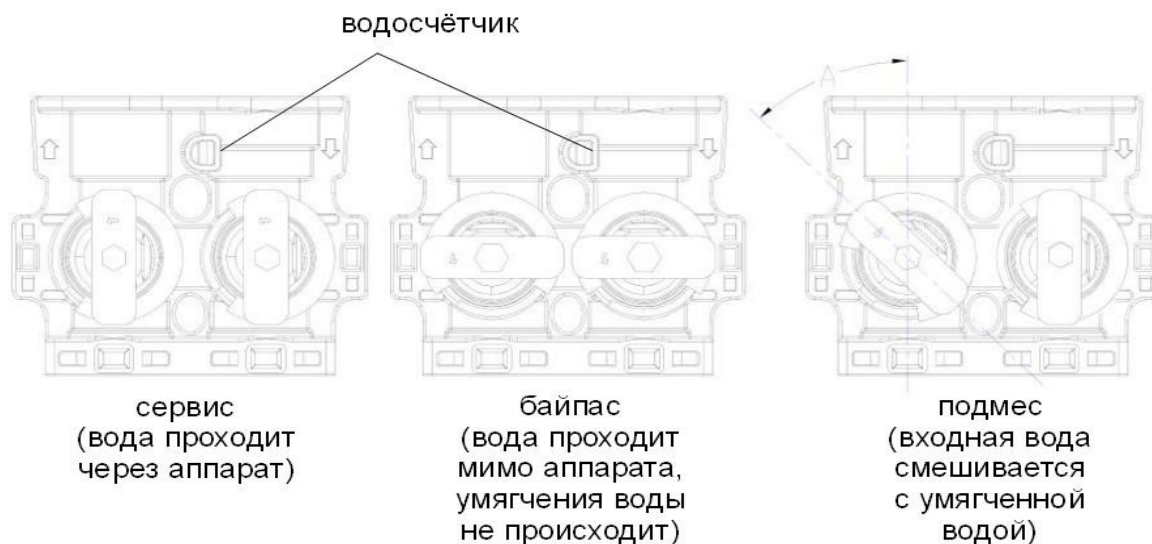

Рис. 5
17. Приведите байпасные краны в положение байпас (вода не поступает в установку, см. рис. 5). Включите подачу воды. Откройте ближайший к установке кран и дайте воде стечь в течение нескольких минут, или до тех пор, пока из водопровода не будут удалены все инородные частицы, которые могли туда попасть при монтаже.